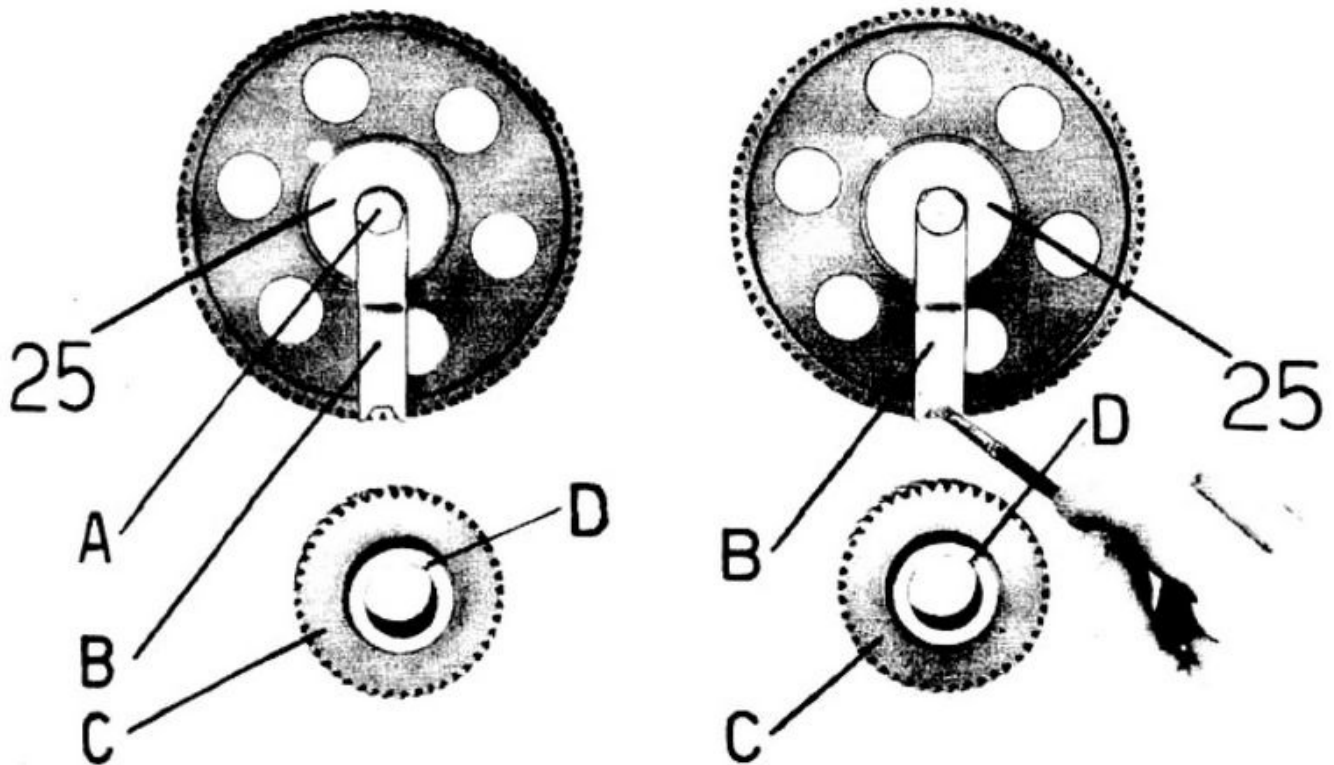

Fig. 65
- infilare la spina dell'attrezzo n. 12913800 (25 di fig. 65) nel foro segnato dall'ingranaggio della distribuzione da sostituire;
- svitare il bullone (A) del suddetto attrezzo e spostare la leva (B) fino a che la cava ricavata sulla leva stessa centri alla perfezione